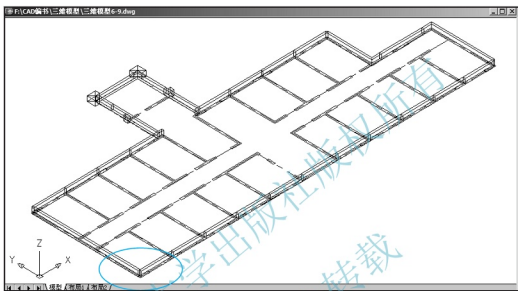
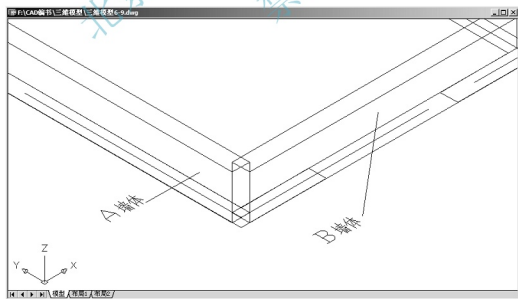
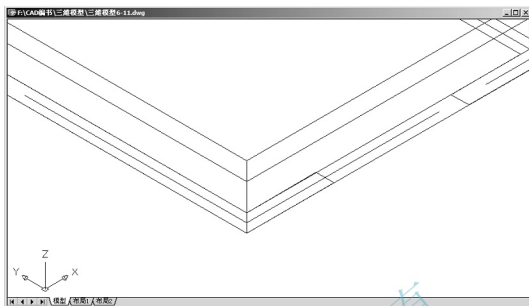

图 6.9 生成勒脚部位的墙
图 6.10 墙的转角处
图 6.11 连接转角处的墙体
(5) 用相同的方法生成其他勒脚部分的墙体，结果如图 6.9 所示。
(6) 将图 6.9 内所圈定的部分放大，结果如图 6.10 所示，可以发现建筑的转角处存有缺口，需用多段线编辑命令将转角两侧的墙体连接在一起。
(7) 输入“PE”后按 Enter 键，启动编辑多段线。
① 在**选择多段线或 [多条 (M)]**: 提示下，选择图 6.10 内的 A 墙体。
② 在输入选项 **[闭合 (C)/ 合并 (J)/ 宽度 (W)/ 编辑顶点 (E)/ 拟合 (F)/ 样条曲线 (S)/ 非曲线化 (D)/ 线型生成 (L)/ 放弃 (U)]**: 提示下，输入“J”后按 Enter 键。
③ 在**选择对象**: 提示下，选择图 6.10 内的 B 墙体，按 Enter 键结束命令，结果如图 6.11 所示。